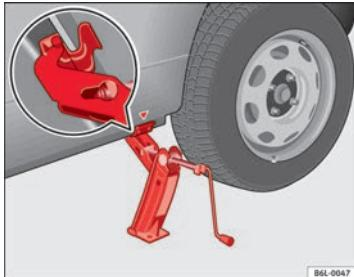

Fig. 139 Colocación del gato
- Posicione el gato de modo que su garra envuelva el nervio del larguero inferior y que la placa base móvil se apoye plana sobre el suelo ⇒ fig. 139.